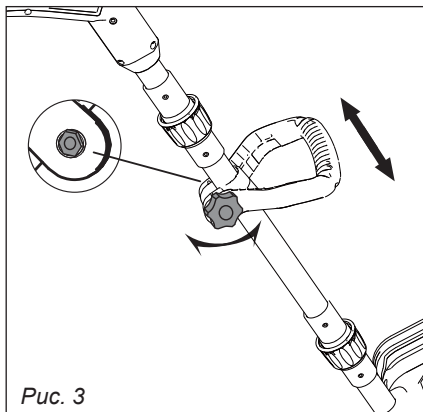

Рис. 3
3. Вставьте болт в отверстия вспомогательной рукоятки и затяните (рис. 3).